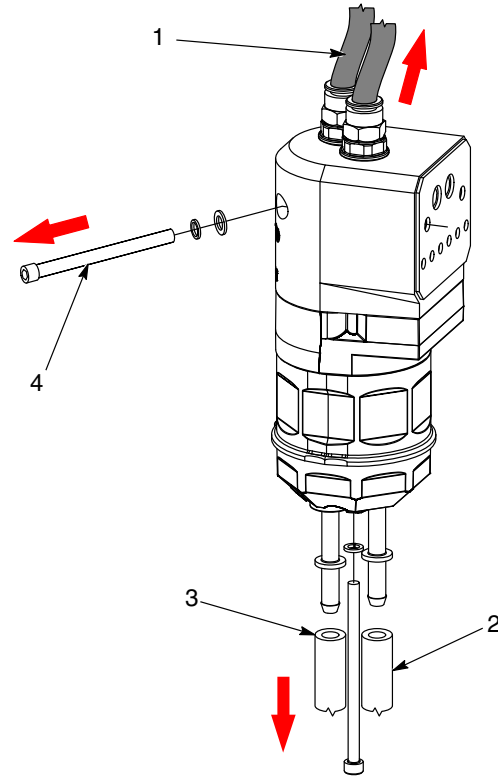

Figura 16 Preparação para a desmontagem da bomba para montagem posterior
1. Consulte a figura 16. Desligue as linhas de ar de purga do topo da bomba para montagem posterior (1) onde seja aplicável.